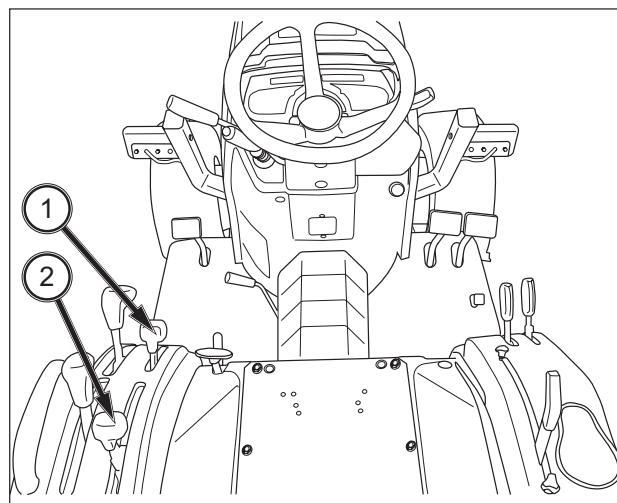

**ABB. 85**
**ABB. 85:** Die Heckzapfwelle wird mithilfe des entsprechenden Hebels ein- und ausgekuppelt. Wenn der Hebel (1) in der hinteren Stellung steht, ist die Heckzapfwelle ausgekuppelt.